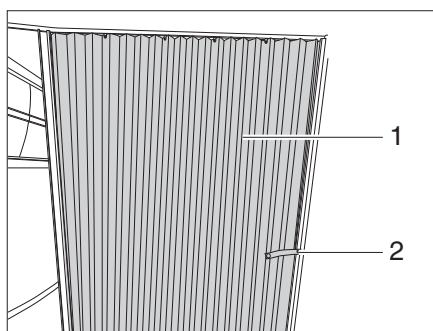

Fig. 79 Tenda pieghevole
- Staccare il nastro di sicurezza (Fig. 79,2).
- Tirare la tenda pieghevole (Fig. 79,1) in posizione chiusa.
- Portare la tenda pieghevole (Fig. 79,1) in posizione aperta.
- Fissare la tenda pieghevole con il nastro di sicurezza (Fig. 79,2).